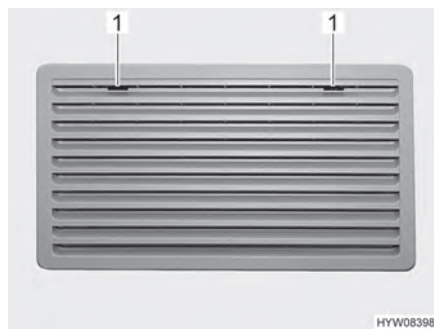
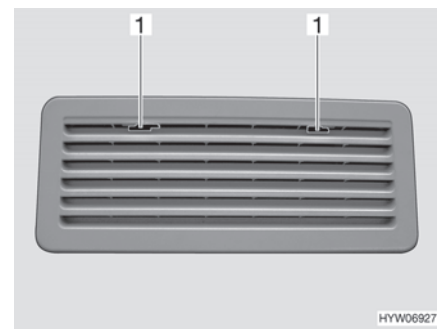

Fig. 131 Griglia di aerazione del frigorifero (Thetford grande)
Fig. 132 Griglia di aerazione del frigorifero (Thetford piccolo)
- Spingere verso il centro l'arresto (Fig. 131,1 o Fig. 132,1).